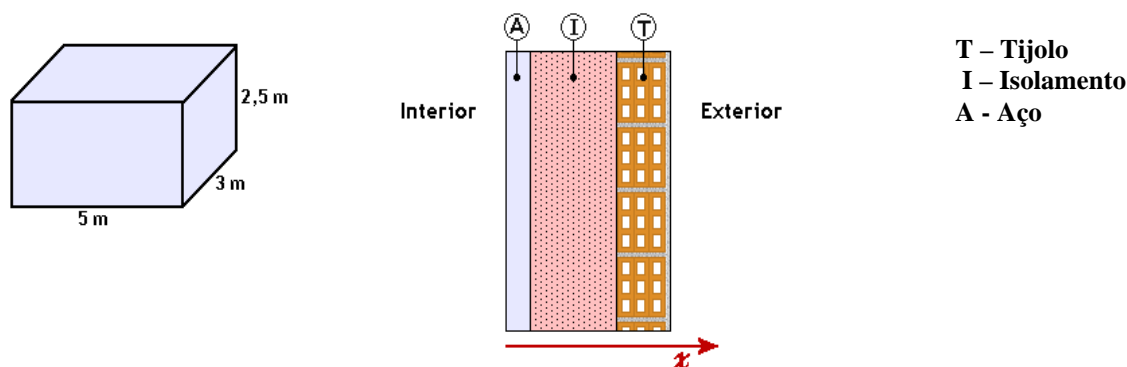

Figura 2
2. Pretende-se construir no interior de um grande armazém uma câmara frigorífica (ver figura 2) com dimensões interiores de 5×3×2,5 m. As paredes e tecto serão constituídas, do exterior para o interior, por 11 cm de tijolo (**T**) ($\lambda_T = 0,7 \text{ W/m.K}$), isolamento (**I**) ($\lambda_I = 0,04 \text{ W/m.K}$) e 2 mm de aço (**A**) ($\lambda_A = 15,0 \text{ W/m.K}$).